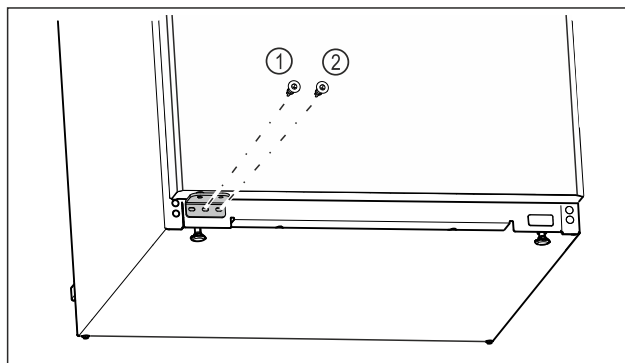

Fig. 17
- ▶ Serrer la vis centrale du support de palier Fig. 17 (1) avec un tournevis Torx 20.
- ▶ Serrer la vis intérieure du support de palier Fig. 17 (2) avec un tournevis Torx 20.